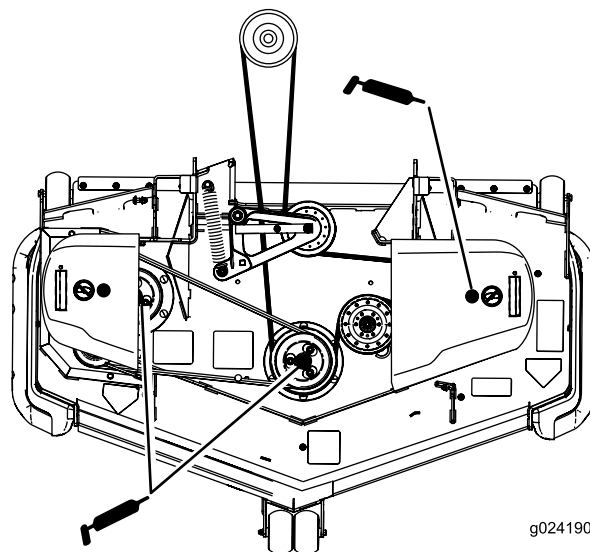

Figura 37
3. Ingrassate i tre cuscinetti del mandrino finché il grasso non fuoriesce dalle guarnizioni di tenuta inferiori (Figura 37).
5. Lubrificate il braccio di rinvio della cinghia di trasmissione (Figura 37).